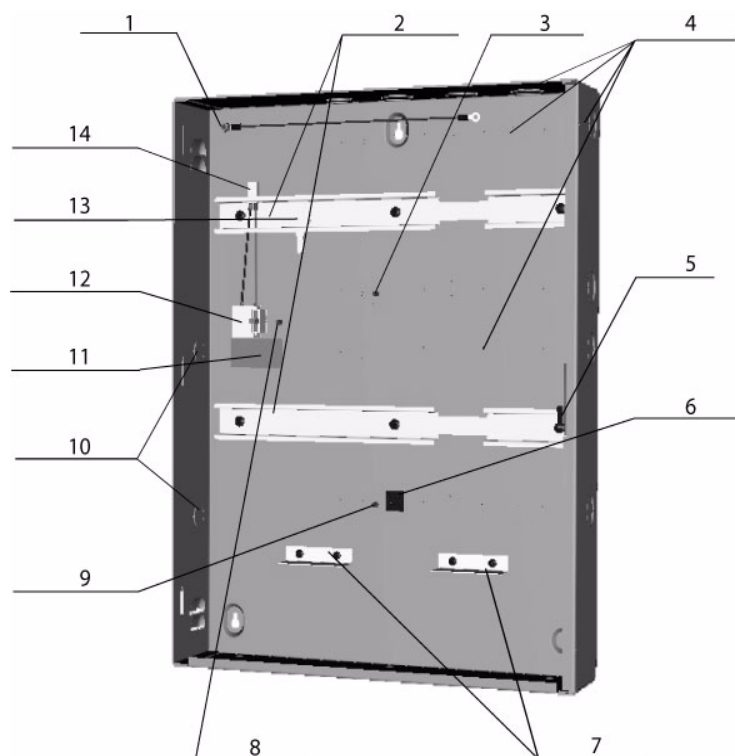

Figure 1 Éléments du caisson
1. Montez l'AMC sur le rail (élément **2** dans la *Figure 1*) et mettez l'alimentation de côté. Le second rail de montage est prévu pour la carte d'extension.
2. Placez les batteries rechargeables en bas du caisson et **fixez-les au-dessous des clips de batterie** (élément **7** dans la *Figure 1*).